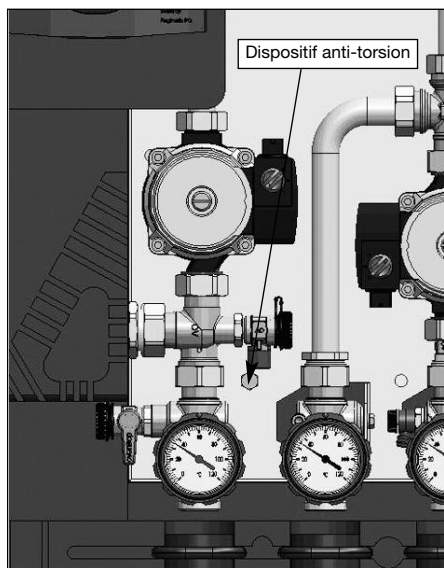

Fig. 6.6
- Monter le dispositif anti-torsion (vis à tête hexagonale M8 x 40 mm clé de 13) de la station d'eau potable par serrage (voir fig. 6.6)